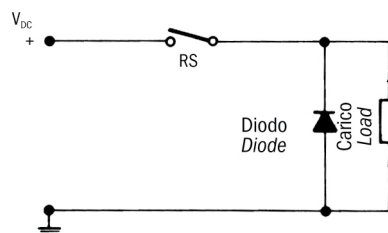
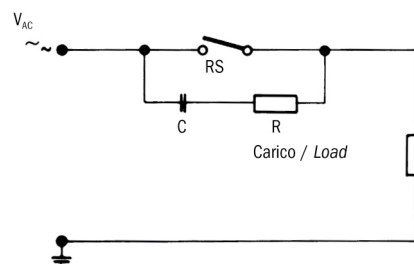

Fig. 1
Fig. 2
1) Carichi induttivi In presenza di circuiti alimentati con corrente continua, la protezione del contatto è relativamente facile. Si deve collegare in parallelo al carico un diodo semiconduttore come indicato nella fig. 1 (vedi pagina seguente). Le polarità devono essere collegate in modo che il diodo si blocchi con il normale voltaggio di esercizio e sempre in corto circuito nel caso di inversione delle polarità. Quando si commutano dei carichi induttivi alimentati con corrente alternata non si può utilizzare un diodo, bisogna usare un dispositivo di soppressione dell'arco. Di solito si tratta di un collegamento RC parallelo al commutatore e quindi in serie con il carico, come da fig. 2 (vedi pagina seguente). La dimensione del soppressore di arco può essere determinata dal monogramma di fig. 3 (vedi pagina seguente).